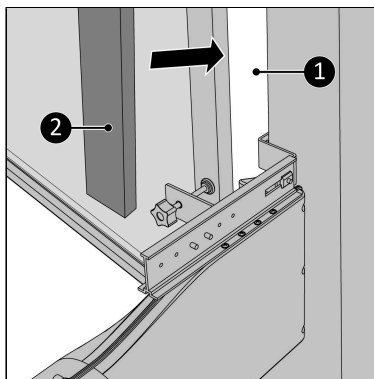

Figura 66.
17. Umpleți spațiile deschise (Figura 66, nt. 1) cu spuma izolatoare livrată (Figura 66, nt. 2), tăiați spuma dacă este necesar*.